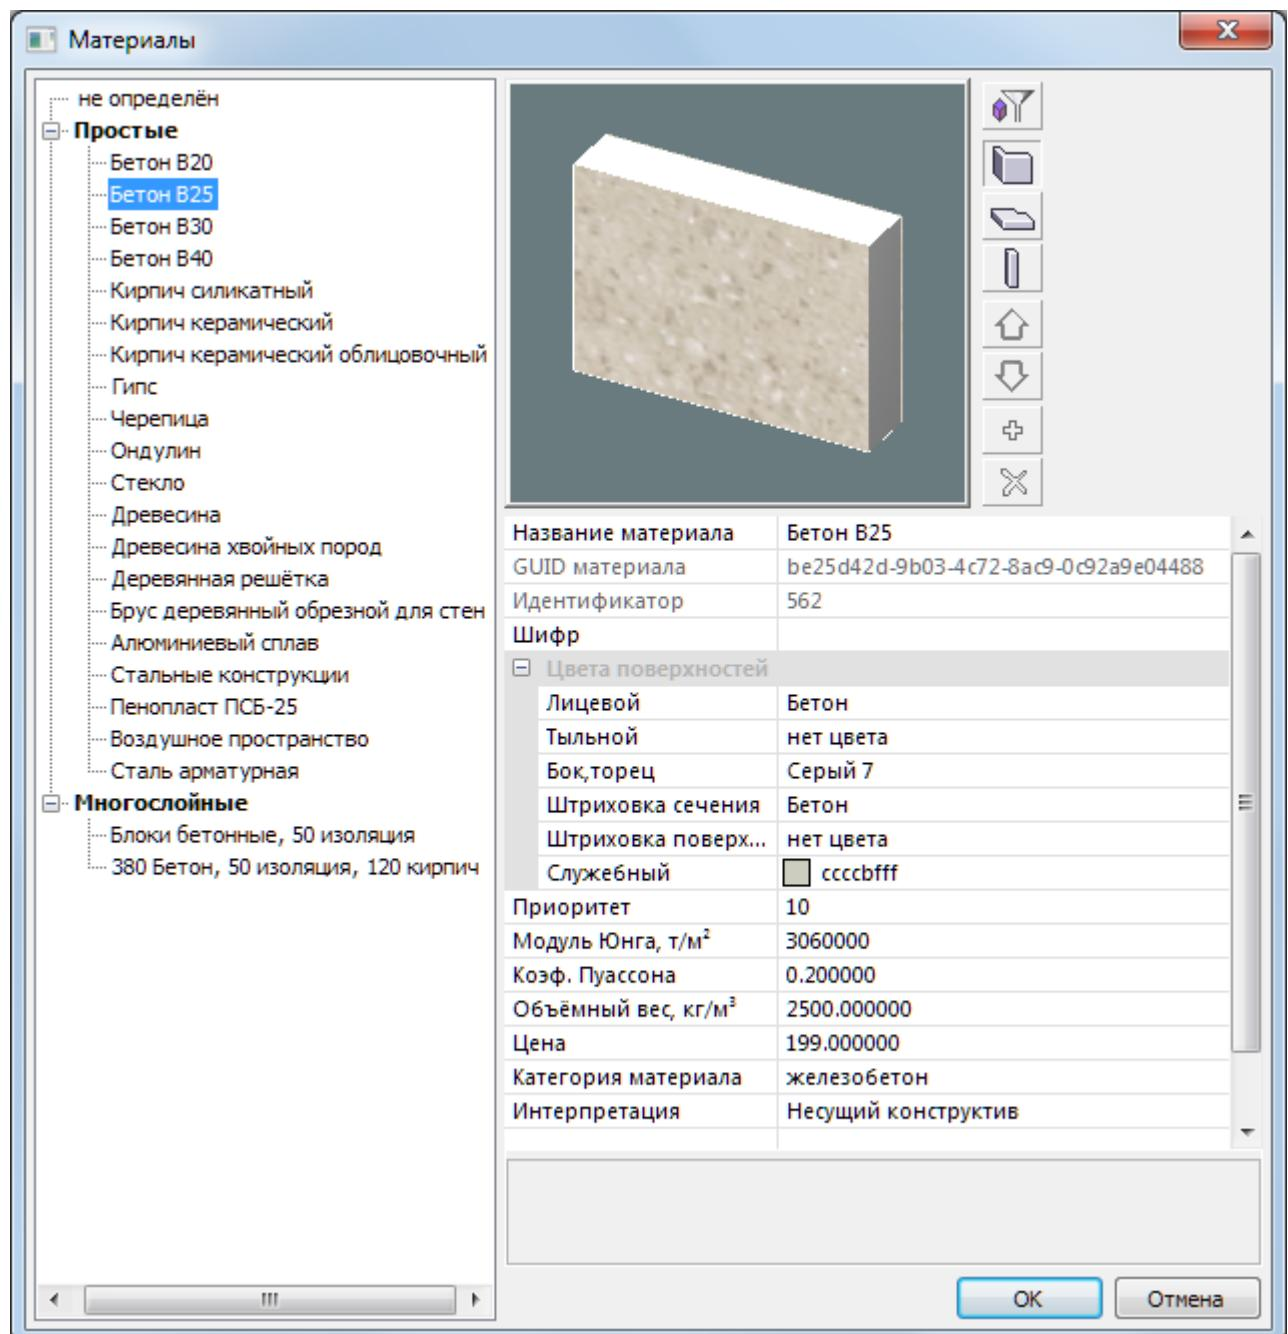

Рис.3.5. Диалоговое окно **Материалы**
- В открывшемся диалоговом окне Материалы (рис.3.5) выберите из списка материал Бетон B25.